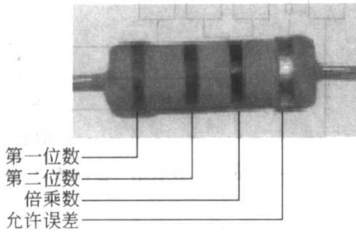

图 1-3 固定电阻色环标志读数识别规则
(2) 色标法。即将不同颜色的色环涂在电阻上来表示电阻的标称值及允许误差，各种颜色所对应的数值见表 1-1。固定电阻色环标志读数识别规则如图 1-3 所示。